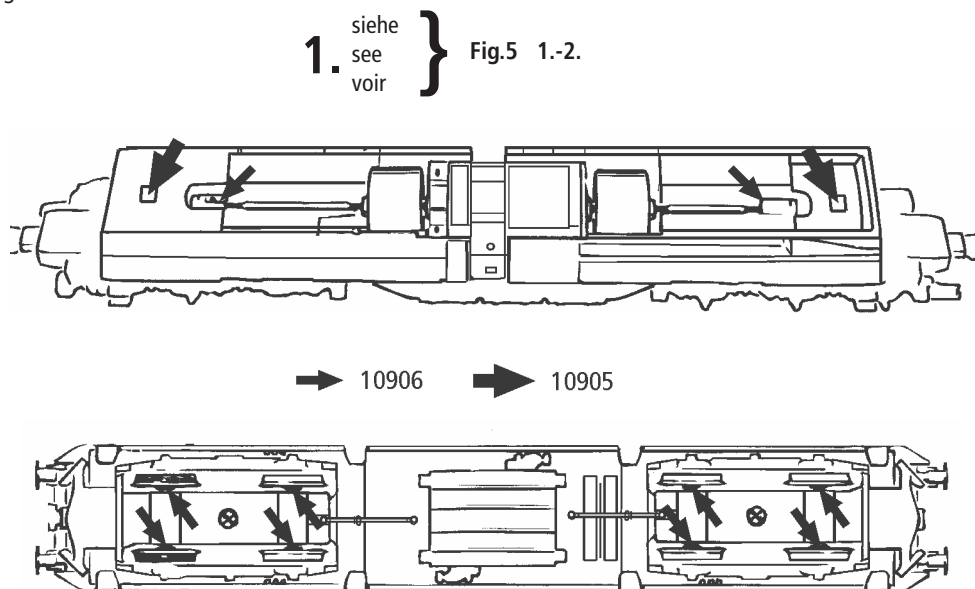

Fig. 8
3. Haftreifenwechsel: Zuerst den Getriebedeckel abnehmen (Fig. 4). Danach den **Radsatz** herausnehmen und die **Haftreifen** mit einer Nadel od. mit einem feinen Schraubendreher abziehen (Fig. 8). Beim Aufziehen der neuen Haftreifen darauf achten, dass diese sich nicht verdrehen.
3. Change of traction tyre: Remove the gear cover (fig. 4). Take out **wheel set** and remove **traction tyre** using a pin or a fine screwdriver (fig. 8). When pressing on the new traction tyre please **avoid twisting it**.
3. Échange des bandages d'adhérence: Démontez d'abord le **couvercle du carter des engrenages** des engrenages (fig. 4). Délogez ensuite les essieux bandagés et enlevez, à l'aide d'une aiguille ou d'un tournevis fin, les bandages d'adhérence (fig. 8). Lors du montage des nouveaux bandages veuillez veiller à ce que les bandages **ne soient pas tordu**.